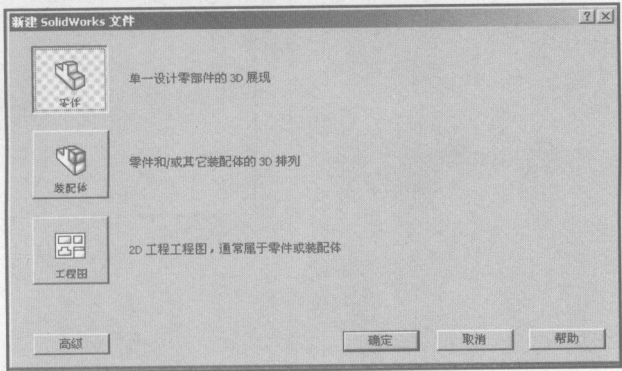

图 1-1
STEP 1 单击“新建”按钮，出现如图 1-1 所示的对话框，选择“零件”，单击“确定”按钮，创建新的零件文件。